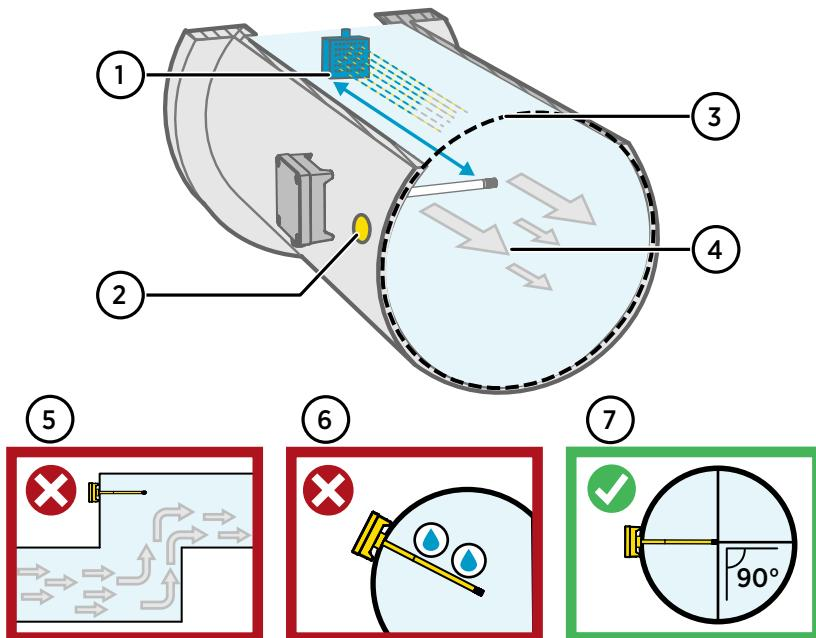

Рис. 53 Общие сведения об установке в воздуховод
4. Дополнительно: Просверлите второе отверстие для контрольных измерений приблизительно на расстоянии 30 см от установочного отверстия преобразователя. См. Рис. 53 \(страница 71\).